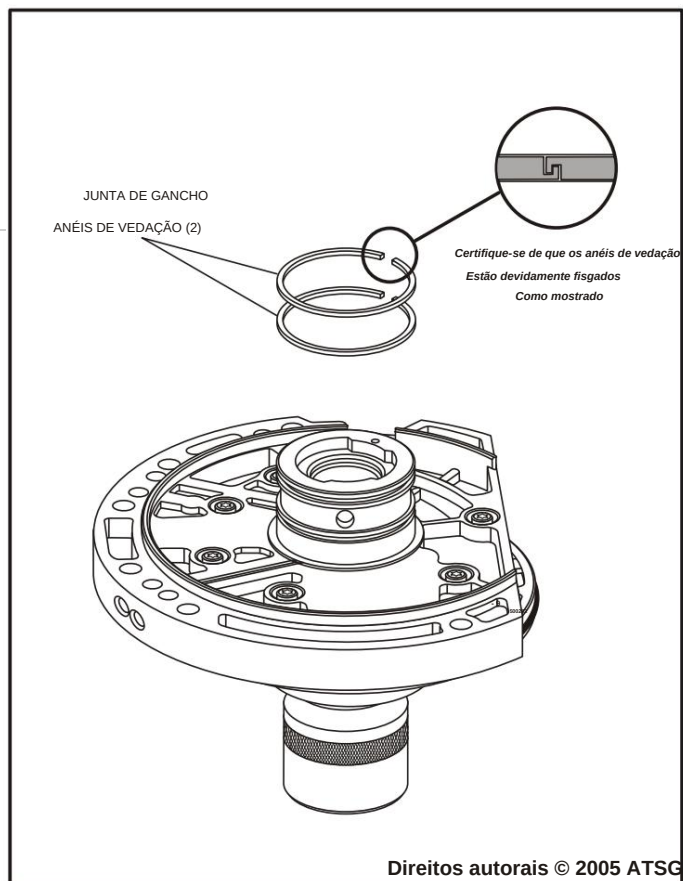

Figura 137
13. Instale os anéis de vedação da embreagem Underdrive, conforme mostrado na Figura 137, e certifique-se de que estejam devidamente engatados e tenham rotação livre.